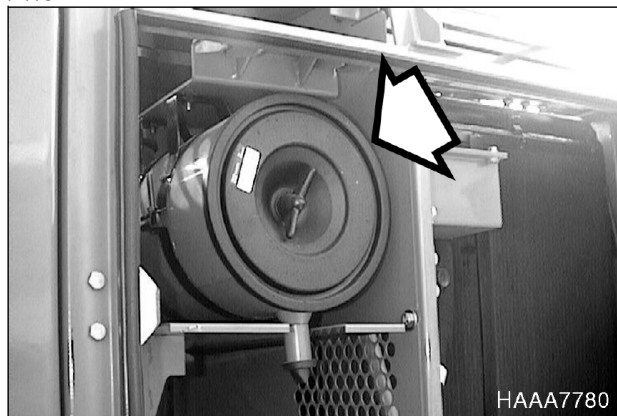

Рис. 45
1. Определить место расположения узла фильтра (рис. 45). Снять крышку доступа и извлечь внешний элемент из узла воздушного фильтра.
2. Извлечь из нижней части корпуса воздухоочистителя резиновый клапан эвакуатора пыли (рис. 45) и очистить его. Проверить кромки уплотнения на наличие признаков износа или повреждения. Заменить клапан при необходимости.